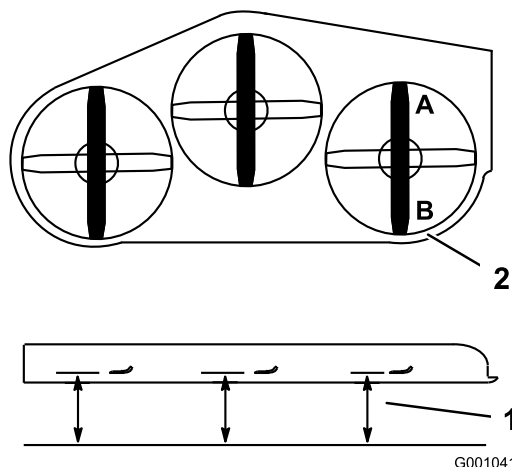

Figure 82
1. Tournez la lame droite dans le sens longitudinal (Figure 82).
2. Mesurez la distance au point **A** entre la surface plane et le tranchant de la pointe de la lame droite (Figure 82).
4. Mesurez la distance au point **B** entre la surface plane et le tranchant de la pointe de la lame droite (Figure 82).
6. La lame doit être plus basse de 6 à 10 mm au point **A** qu'au point **B** (Figure 82). Si ce n'est pas le cas, passez aux étapes suivantes.